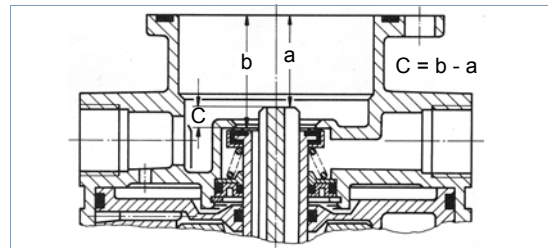

Abb. 3 Maß C
- Mit der Tiefenlehre die Maße a und b (siehe Abb. 3), Maß C = b - a messen.